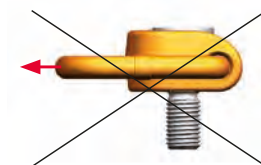

Bild 2
- Zugrichtung nicht im vorgegebenen Bereich liegt (Bild 2)